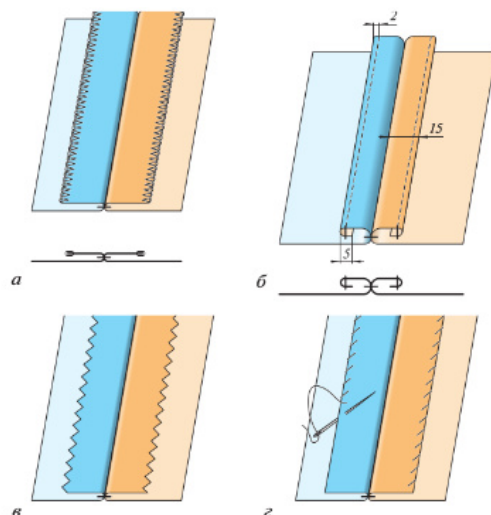

Рис. 6.77. Обработка срезов стачных швов:
- на специальной краеобмёточной машине «оверлок» или на швейной машине швом «зигзаг» (рис. 6.77, а);
- швом вподгибку с открытым срезом (рис. 6.77, б);
- ножницами «зигзаг» (рис. 6.77, в);
- ручными стежками (рис. 6.77, з).